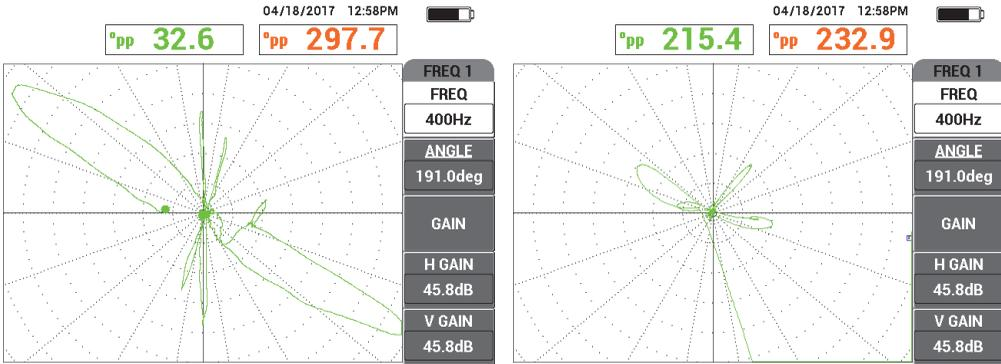

Figura 5-197 Un bassa velocità di scansione (segnale ottimale, *a sinistra*) e un'alta velocità di scansione (perdita di segnale, *a destra*)
7. Scansionare lentamente l'intera lunghezza del tubo e premere il tasto FREEZE (❄) quando si è terminato (vedere Figura 5-197 a pagina 282).